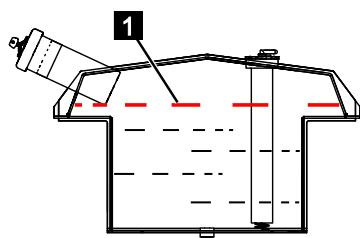

Abb. 167
5. Kraftstofftank maximal bis zur angegebenen Füllstandshöhe (Abb.167/1) befüllen.